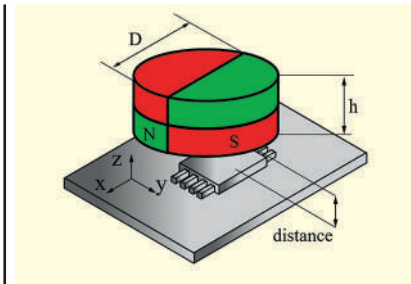

Рис. 26. Зовнішній вигляд розщепленого круглого магніту
- розміри магніту (Magnet Dimensions) — Rectangular (прямокутного), Diametric (круглого) або Split Axial (розщепленого круглого, наведеного на рис. 26);